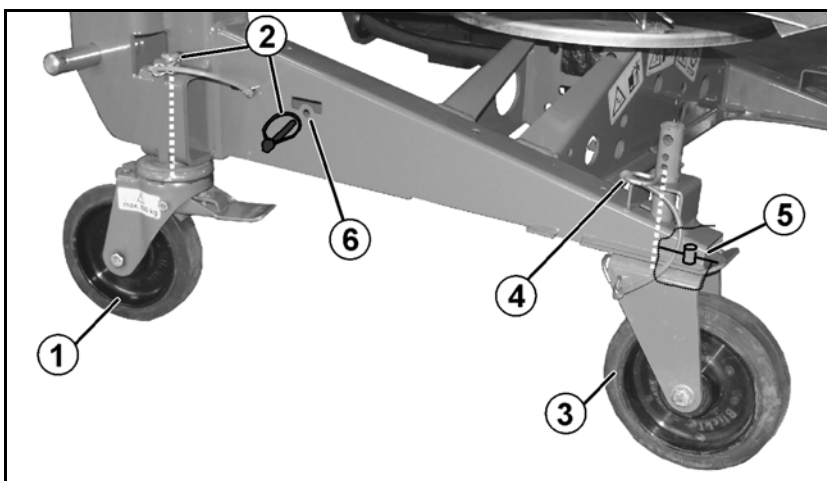

Fig. 30
5. Montez les roulettes avec frein manœuvrables à l'avant (Fig. 30/1)
- o et bloquez-les avec la goupille (Fig. 30/2),
- o démontez-les après avoir enlevé la goupille d'arrêt et remettez la goupille d'arrêt en position de rangement (Fig. 30/6).
6. Montez les roulettes fixes à l'arrière (Fig. 30/3),
- o et bloquez-les dans les alésages inférieurs avec une goupille (Fig. 30/4),
Veillez lors du montage des roulettes fixes à ce que l'axe (Fig. 30/5) soit enchâssé dans l'alésage du bâti et maintienne ainsi les roulettes dans le sens de la longueur.